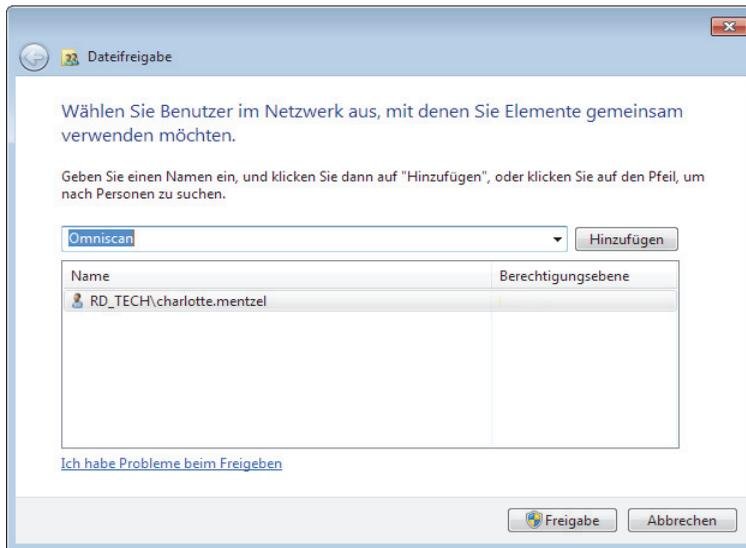

Abbildung 7-28 Dialogfeld Dateifreigabe (Windows 7)
5. Wählen Sie im Dialogfeld **Dateifreigabe** (siehe Abbildung 7-28 auf Seite 242) den Eintrag **OmniScan** aus und klicken Sie dann auf **Hinzufügen**.